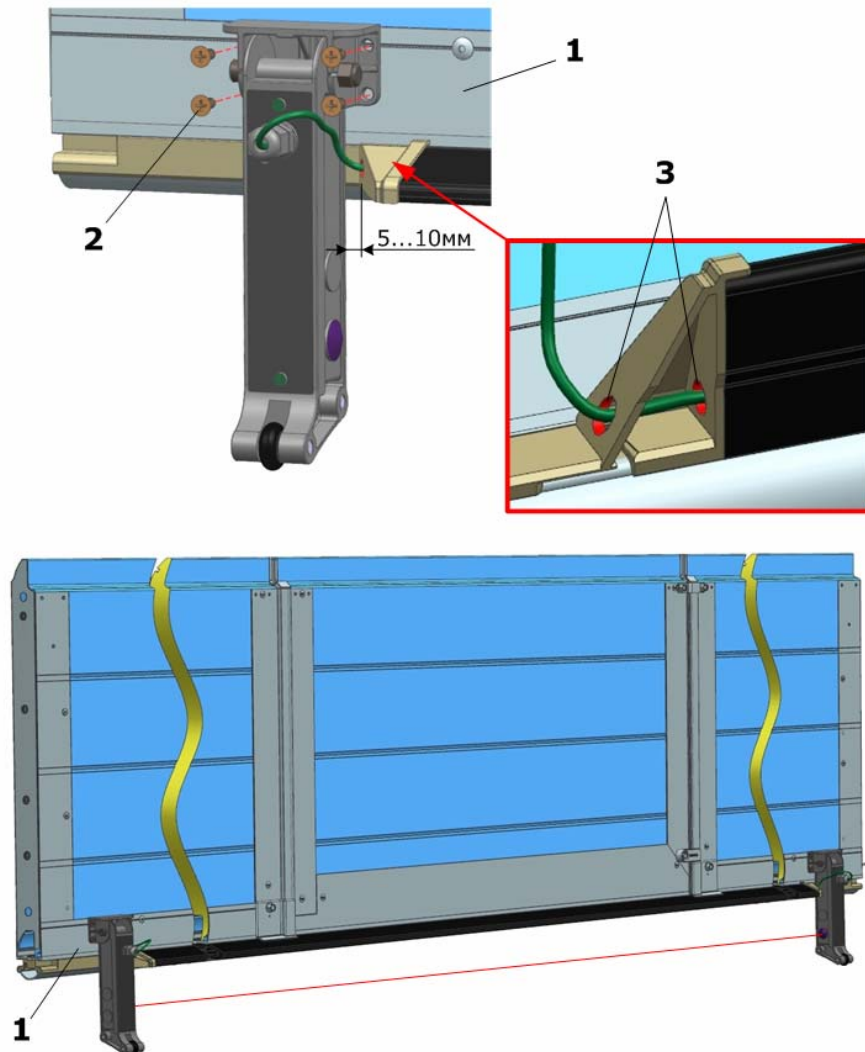

Abb. 4 – Montage von NO TOUCH 1
- Montieren Sie alle Bauteile an das Tor. Die Montage von NO TOUCH 1 ist schematisch auf der Abb. 4 dargestellt. Der Spiralkabelhalter ist an der Außenseite der Winkelzarge des Laufschienensystems ungefähr in der Mitte des Torblatts zu befestigen. Das eine Ende des Kabels ist zur Dose an dem Torblatt zuzuführen, das andere Ende – wenn die Länge ausreicht – in die Kabeleinführung des Halters zur Antriebssteuerung (z.B., zur Außensteuereinheit). Beim komplett geschlossenen oder komplett geöffneten Tor soll das Kabel locker hängen, aber nicht durchhängen!